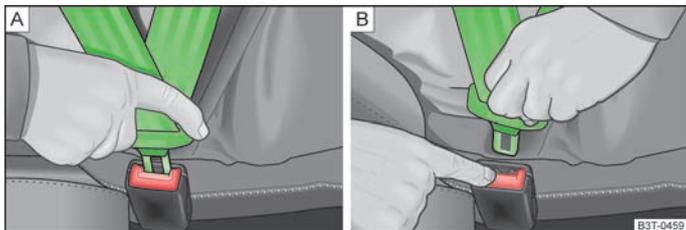

Fig. 138 Allacciare/Slacciare le cinture di sicurezza
- Infilare la linguetta nella fibbia del sedile » fig. 138 - A finché non si aggancia in maniera udibile.
- Premere il tasto rosso sulla fibbia della cintura » fig. 138 - B la linguetta sarà espulsa.